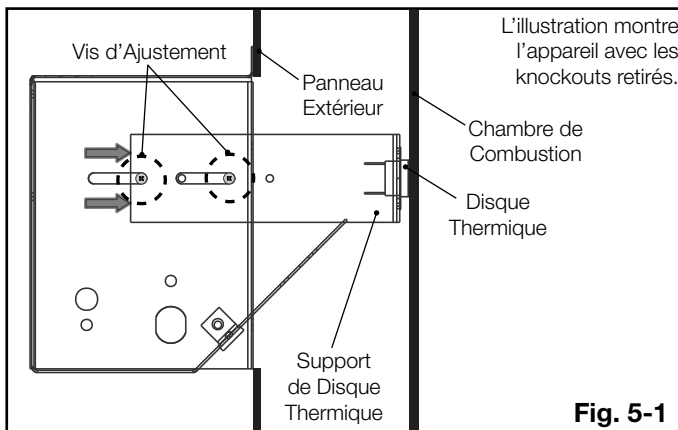

Fig. 5-1
1. Assurez-vous que le support de disque thermique est en la position correcte (Fig. 5-1).
5. Accédez entre le panneau extérieur et la chambre de combustion, puis faites glisser le support de disque thermique jusqu'à ce que le disque thermique touche l'arrière de la chambre de combustion (Fig. 5-1).